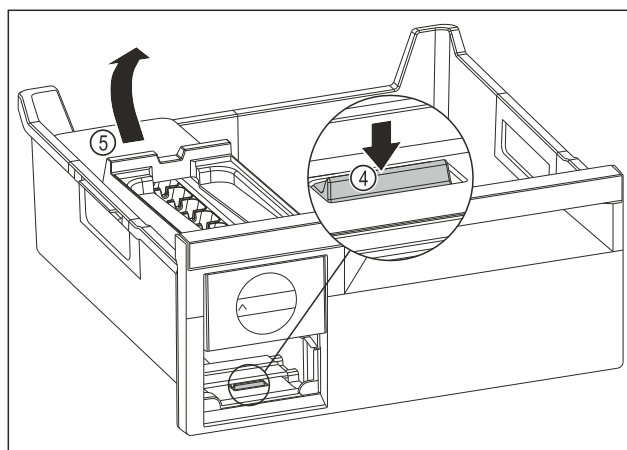

Fig. 143
- Udtagning af EasyTwist-Ice-legemet: Tryk lasken Fig. 143 (4) ned med fingeren, og løft samtidigt EasyTwist-Ice-legemet Fig. 143 (5) med den anden hånd.